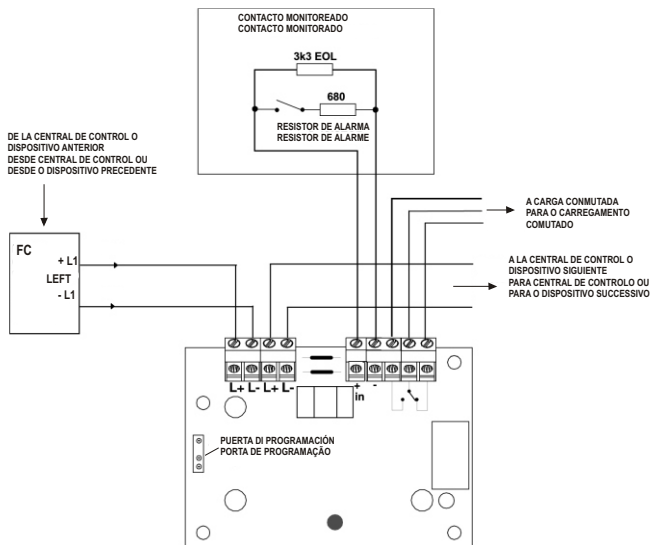

FIG. 4 Esquema de conexión simplificado del FC410SIO
- 5) Para el esquema típico de conexión del FC410SIO, consultar la Fig. 4.
- 5) Para o esquema típico de ligação do FC410SIO, ver a Fig. 4.